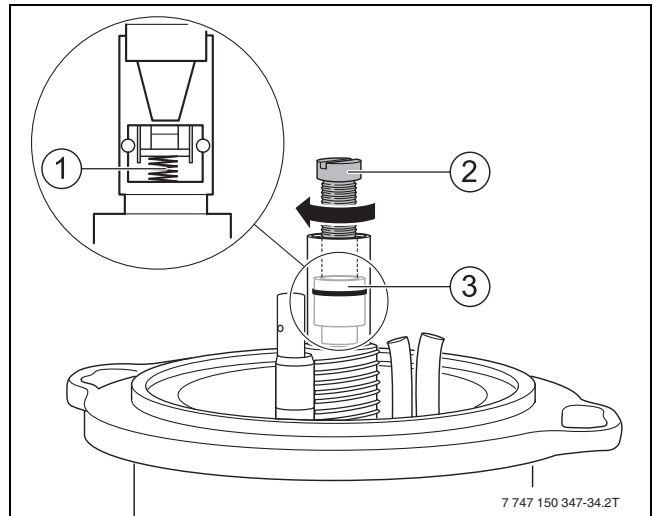

Рис. 40 Замена запорного клапана
- ▶ Вверните винт M5 x 50 (→ рис. 40, [2]).
- ▶ Выньте запорный клапан (→ рис. 40, [3]).